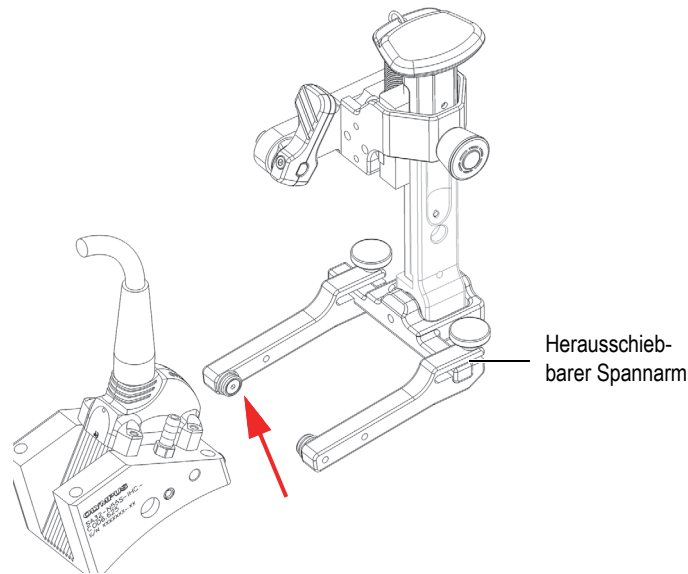

Abbildung 2-14 Vorlaufkeilgewindebohrung auf Spannarmtaste ausrichten
3. Richten Sie zur Neuinstallation einer Sensor-Vorlaufkeil-Baugruppe die Vorlaufkeilgewindebohrungen mit dem Knopf des nicht herausgeschobenen Spannarms aus (Abbildung 2-14 auf Seite 50).